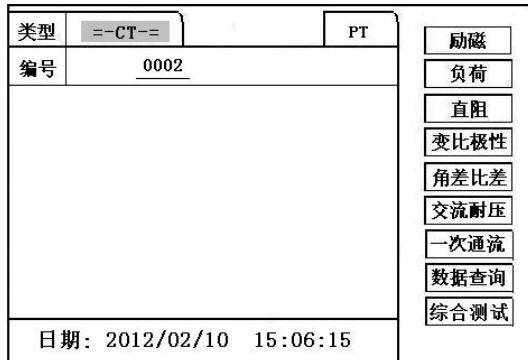
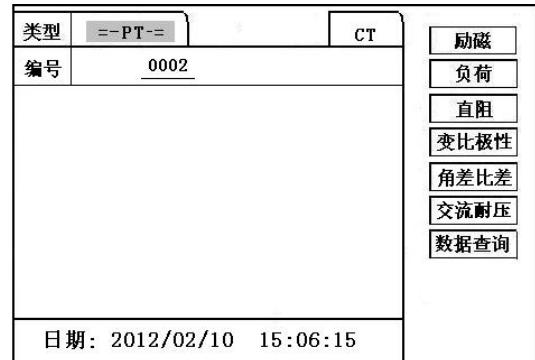

图2，CT主界面
图3，PT主界面
7.2、主菜单（见图 2）
开机之后默认进入 CT 测试，CT 测试主菜单共有“励磁”、“负荷”、“直阻”、“变比极性”、“角差比差”、“交流耐压”、“一次通流”、“数据查询”、“综合测试”、“PT” 10 种选项，可以使用旋转控制器进行选择和设置。如图 2 所示，当“类型”后面为带有灰色背景的 CT 时，表示当前为 CT 测试。旋转光标到“PT”并按下，则进入 PT 测试界面，如图 3。
“角差比差”、“交流耐压”、“数据查询”、“CT”8种选项，可以使用旋转控制器进行选择和设置。如图3所示，当“类型”后面为带有灰色背景的PT时表示当前为PT测试。旋转光标到“CT”并按下，则进入CT测试界面，如图2。